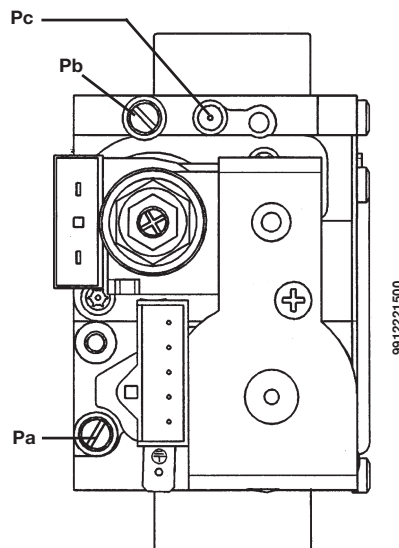

Figura 12
Las calibraciones del regulador de presión son ligeramente diferentes según el tipo de válvula del gas utilizada (HONEYWELL o SIT, figura 12).
- Conecte la toma de presión positiva de un manómetro diferencial, si es posible de agua, en la toma de presión (Pb) de la válvula del gas (Figura 12). Sólo en los modelos con cámara estanca: conecte la toma negativa del mismo manómetro a una T que permita conectar al mismo tiempo la toma de compensación de la caldera, la toma de compensación de la válvula del gas (Pc) y el manómetro. Una medición similar puede realizarse conectando el manómetro a la toma de presión (Pb) sin el panel frontal de la cámara estanca.
- Controle que la presión dinámica de alimentación de la caldera, medida en la toma de presión (Pa) de la válvula del gas (Figura 12), sea correcta (37 mbar para propano o 20 mbar para gas natural).